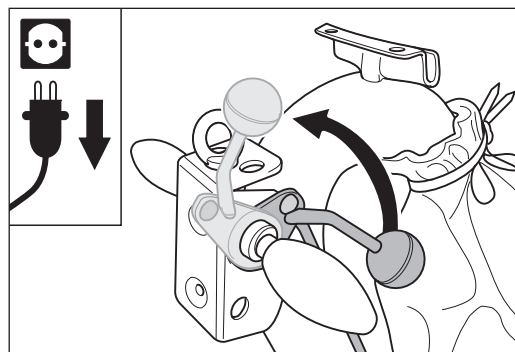

Abb. 57 Den Ablasshebel am Handgriff bis zum Anschlag nach oben ziehen. Dadurch wird die Schleifwalze vom Boden abgehoben.
- 1 Ziehen Sie den Ablasshebel am Handgriff bis zum Anschlag nach oben (Abb. 57). Dadurch wird die Schleifwalze vom Boden abgehoben.